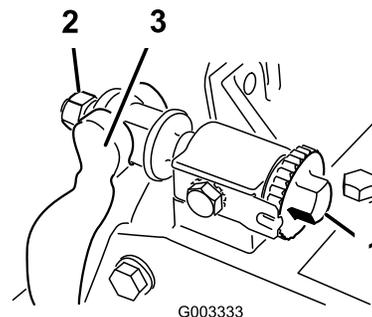

Figure 65
1. Tournez la vis de réglage de la barre d'appui dans le sens anti-horaire pour éloigner la contre-lame du cylindre (Figure 65).